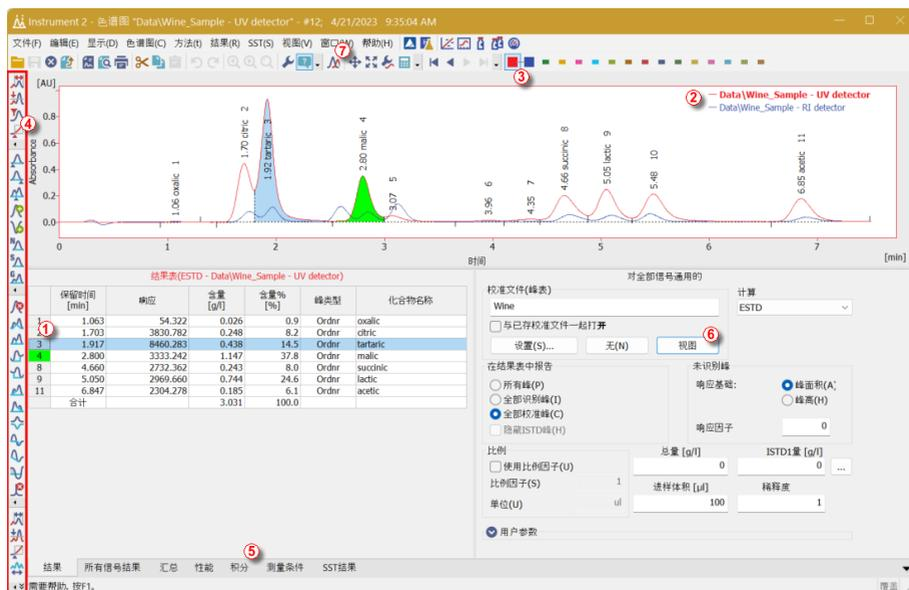

图14: 色谱图窗口
- 可同时显示多个色谱图。需要切换到重叠模式可通过以下方式:在重叠工具栏(⑦在第22页第图14.),点击重叠按钮,接下来在菜单栏中选择文件-打开色谱图或点击打开色谱图图标。现在可以在打开色谱图对话框中选择要打开的多个文件。您可以再次单击重叠按钮以关闭所有色谱图,但当前选定的色谱图除外。